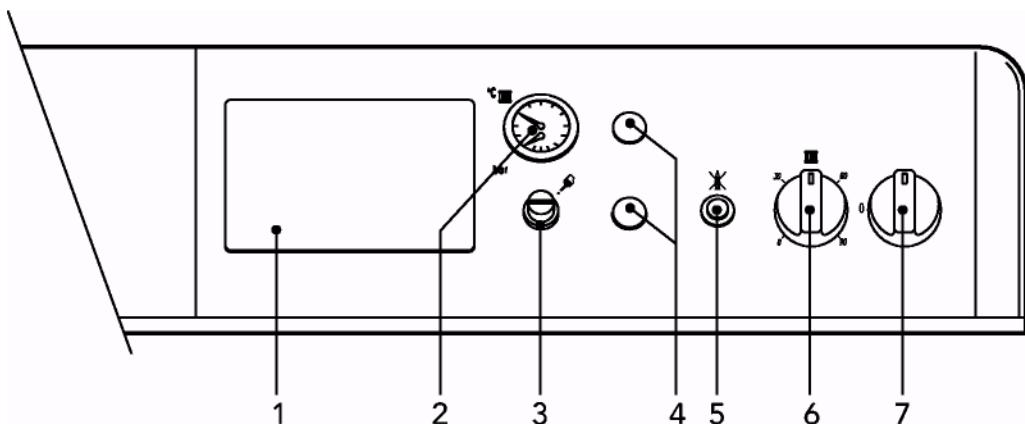

рис. 1
- Приведите переключатель котла "7" в положение 1 (рис. 1).
- Если котел снабжен центральным электронным терmostатом, установленным в положение 1 на рис. 1, пользователь должен также следовать инструкциям, предоставленным производителем этого терmostата.
При повороте рукоятки 6 на рис. 1 по часовой стрелке, температура воды для нагрева увеличивается, а при повороте против часовой стрелки уменьшается. Температура может варьироваться от минимальной 30° до максимальной 90°. Однако мы рекомендуем не задавать при работе котла температуру ниже 45°.
Задайте при помощи терmostата среды нужную вам температуру в помещениях. По команде терmostата среды котел начнет работать, и вода в оборудовании будет нагрета до температуры, заданной терmostатом регулировки котла 6 на рис. 1. По достижении нужной температуры в помещениях, генератор отключается.
Давление подачи в холодное оборудование, отмечаемое водомером котла часть 2 на рис.1, должно составлять около 1,0 бар. Если во время работы котла давление в оборудовании падает (из-за испарения растворенных в воде газов) до значений ниже указанного минимума, пользователь должен довести его до первоначального значения при помощи вентиля подачи. По окончании операции нужно обязательно закрыть вентиль подачи воды.